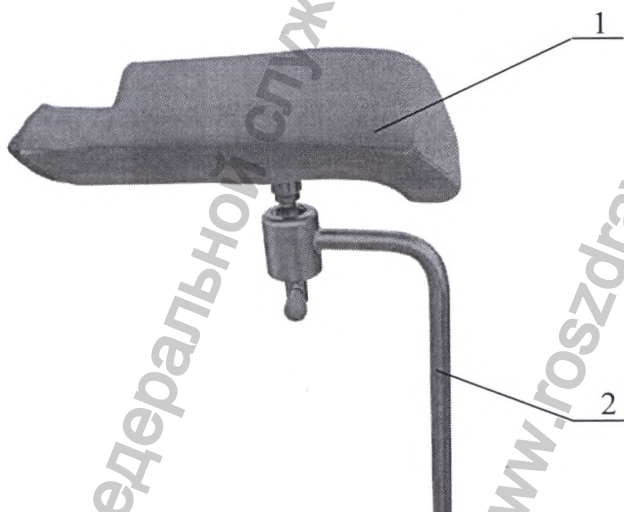

Рисунок 8. Чехол для держателя ноги по Гепелю.
8. Чехол для держателя ноги по Гепелю (Рисунок 8). Надевается на подушку держателя. Цвет материала чехла может быть выбран любой из цветовой карты предприятия.